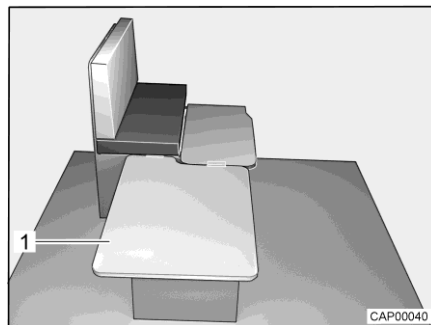

Bild 45 Während des Umbaus
- Einlegebrett (Bild 45,1) seitlich an der Sitzbank einhängen und auf den Tisch legen.